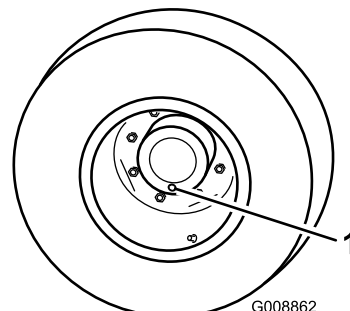

図 39
1. 平らな場所で、点検/ドレンプラグが一番低い位置時計の 6 時の位置に来るように停止させる 図 39。